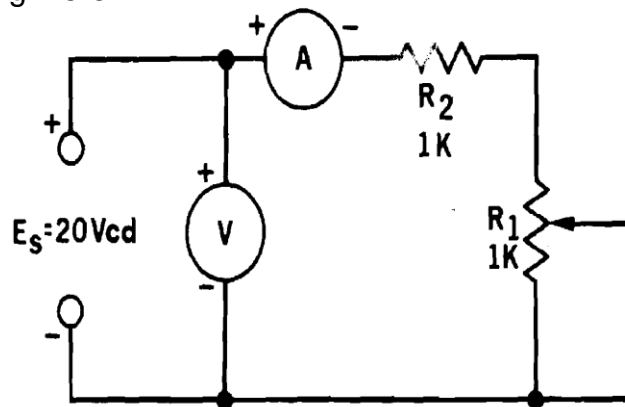

Fig. 15-3
5. Conecte el potenciómetro de 1,000 ohms, como un reóstato, en serie con una resistencia de 1,000 ohms y un amperímetro, a las terminales de la fuente de energía. Ajuste la fuente de energía a 20 VCD. Vea la Fig. 15-3.